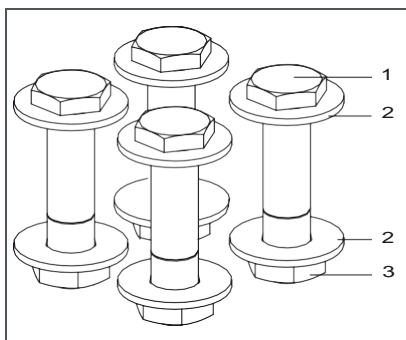
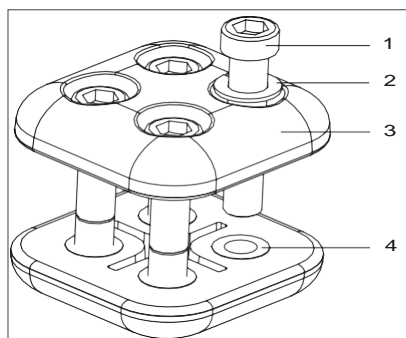

Fig. 5.15
Fig. 5.16
- Accoupler les jeux de barres selon la Fig. 5.14 avec les barres de dérivation au moyen des quatre vis (PIX 12, Fig. 5.15) ou des quatre vis et l'électrode (PIX 17/24, Fig. 5.16). Respecter la position des jeux de barres et des barres de dérivation (chapitre 5.8.1).
1 Dans les cellules d'extrémité de jeu de barres, accoupler les phases L1 et L3 avec des électrodes de façon analogue au PIX 24 (Fig. 5.16)
2 Dans le couplage longitudinal, accoupler toutes les phases L1/L2/L3 dans le jeu de barres inférieur avec des électrodes de façon analogue au PIX 24 (Fig. 5.16)